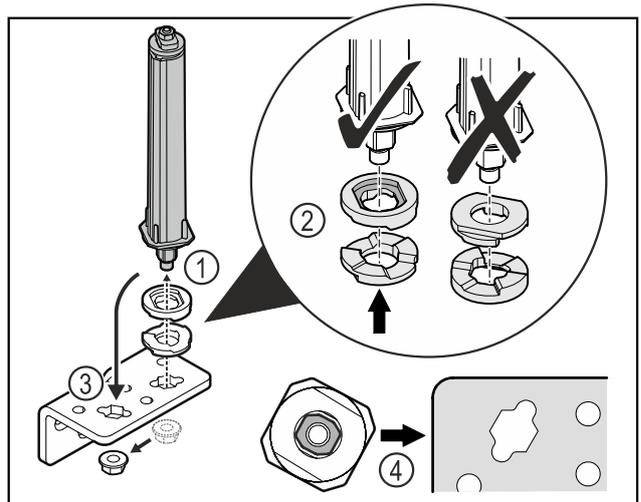

Fig. 31
- Aflojar la tuerca y retirar el sistema de bloqueo de la puerta Fig. 31 (1).
- Asegurarse de que las arandelas de ajuste de altura estén correctamente alineadas Fig. 31 (2).
- Mover el sistema de bloqueo de la puerta en el ángulo de la bisagra y fijarlo con la tuerca Fig. 31 (3).
- Durante la colocación, asegurarse de que el sistema de bloqueo de la puerta esté correctamente alineado Fig. 31 (4).